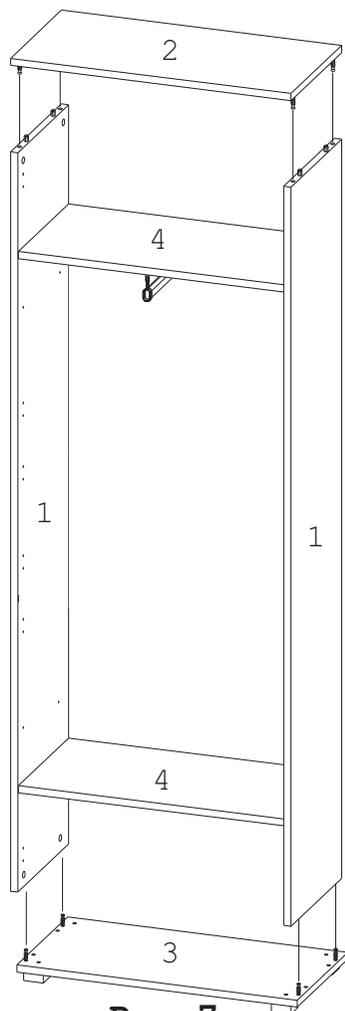

Рис. 7
7. Соединить верх 2 и низ 3 с боками/боками промежуточными 1 (Рис. 7). Затянуть эксцентрики по часовой стрелке до упора.